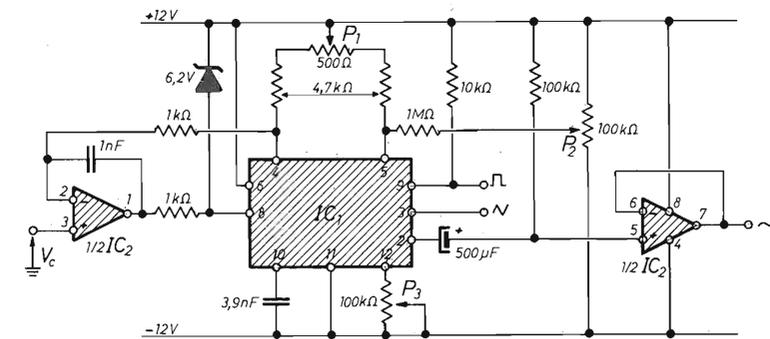

figura 13
2) VCO con uscita sinusoidale, triangolare e quadra. IC1 è l'ICL8038 chip generatore di segnali. IC2 è un LM358 o $\mu A747$. P1 e P2 regolano la simmetria dei segnali di uscita. P3 ottimizza la distorsione della sinusoide. Il range di frequenza può essere ottimizzato scegliendo opportunamente il condensatore collegato sul pin 10 (figura 13).